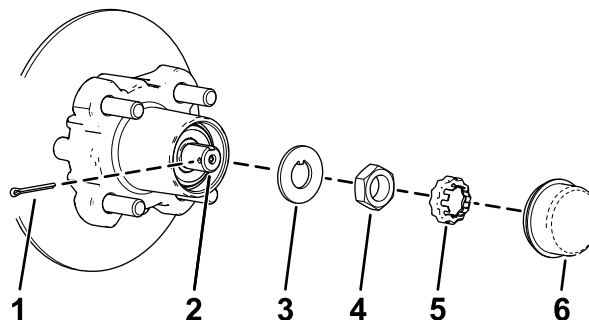
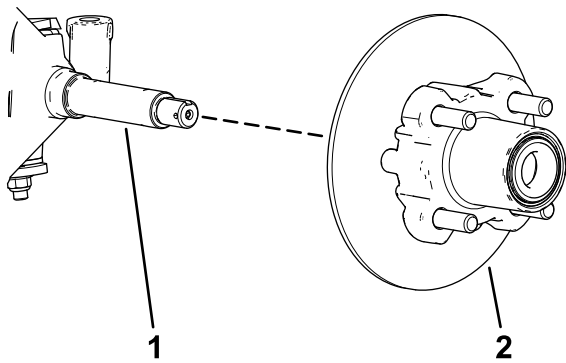

Bild 39
Bild 40
4. Nehmen Sie den Staubdeckel von der Radnabe ab (Bild 39).
5. Nehmen Sie den Splint und die Mutterbefestigung von der Spindel und der Spindelmutter ab (Bild 39).
6. Nehmen Sie die Spindelmutter von der Spindel ab und trennen die Radnabe und den Drehzylinder von der Spindel ab (Bild 39 und Bild 40).